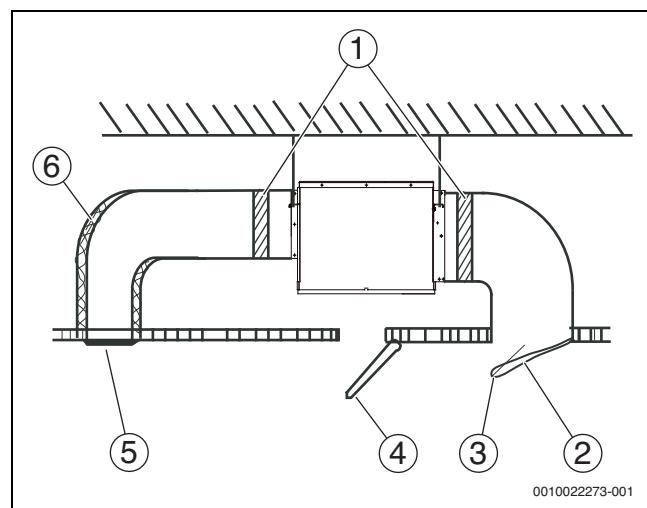
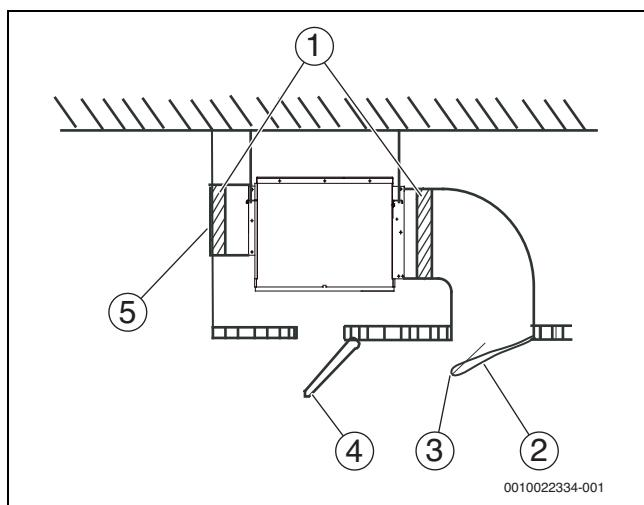

Fig. 27 Unitate de conductă cu cerințe de presiune statică
Fig. 28 Unitate de conductă fără cerințe de presiune statică.
6. Raccordați conducta de aer conform Fig. 27 sau 28. Este necesară pregătirea la față locului a tuturor componentelor cu excepția aparatului de aer condiționat.
**Legendă Fig. 27 și Fig. 28:**